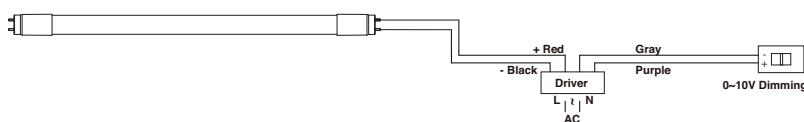

Figure 2a
Étape 8: Pour les câblages à une extrémité, voir les figures 2a, 2b, 2c ou 2d.